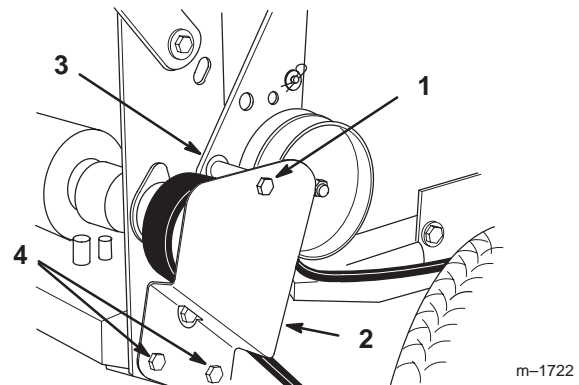

Figure 35
2. Enlevez la vis supérieure de fixation du support et de la patte de la poulie de tension sur le bâti arrière (Fig. 35).
3. Desserrez suffisamment les deux vis de montage inférieures pour permettre à la courroie de passer entre la poulie d'entraînement et le support de la poulie de tension (Fig. 35).